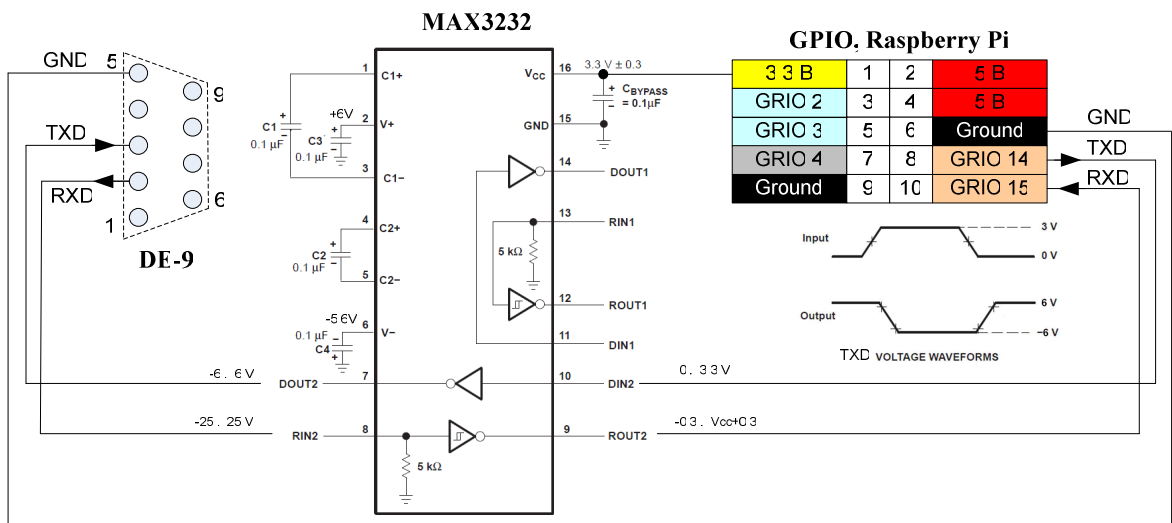
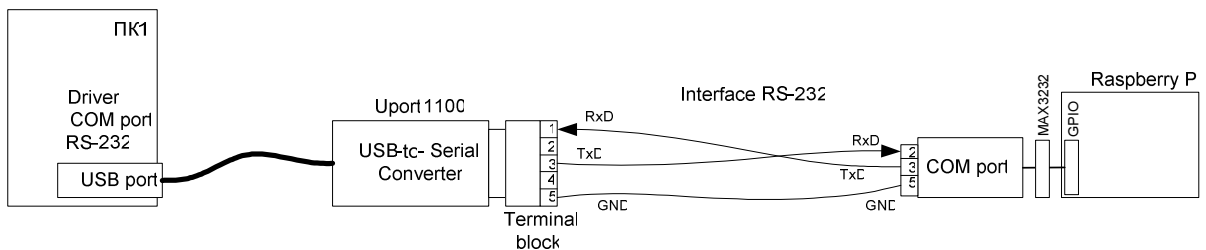

Рис. 9. Схема согласования уровней напряжения порта GPIO (0/3.3 В) и устройства с RS – 232 интерфейсом (-12/+12 В), подключаемого к разъёму DE-9.
Рис. 10. Схема подключения Raspberry Pi к ПК через USB / COM порты и USB/RS-232 адаптер Uport 1100.
1. Соедините RPi и основной компьютер через нуль-модемный кабель: подключите кабель к RPi через преобразователь напряжений 3.3В/12В и к COM порту основного компьютера (Рис. 9) или к USB порту через адаптер Uport1100 (Рис. 10).